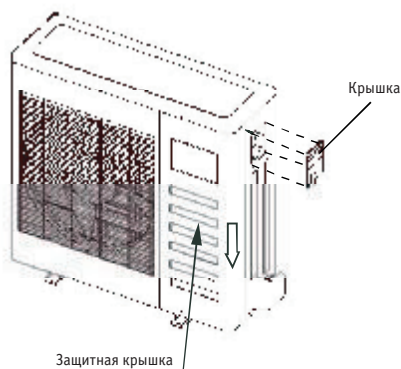

Рис. 30
- Отверните болты крышки. (Если на наружном блоке нет крышки, отверните болты панели техобслуживания и потяните в направлении, указанном стрелкой, чтобы снять защитную крышку). (Смотрите рис. 30, 31 и 32).